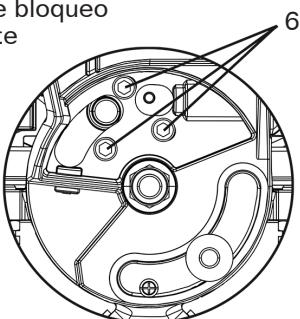

Fig. 11
Ajuste de bisel a 90° (0°) (Fig. 11, 12)
Ajuste del tope fijo del bisel de 45° a la derecha (Fig. 11, 12, 13)
1. Afloje la manija de bloqueo para biselado (1) y coloque el brazo de corte a un ángulo de 45°. (Fig. 11)
Ajuste del tope fijo de bisel de 45° a la izquierda (Fig. 11, 12, 13)